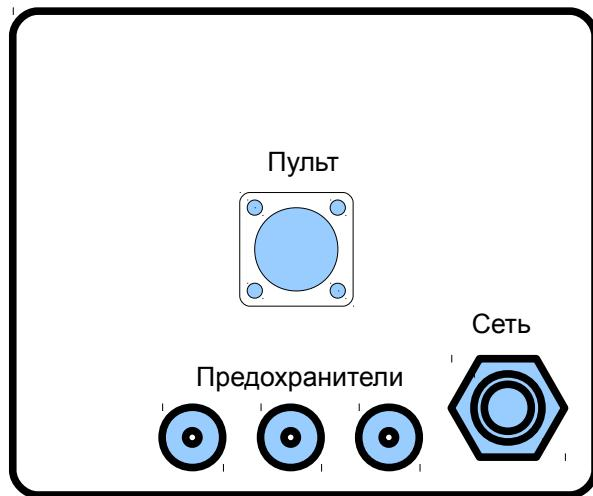
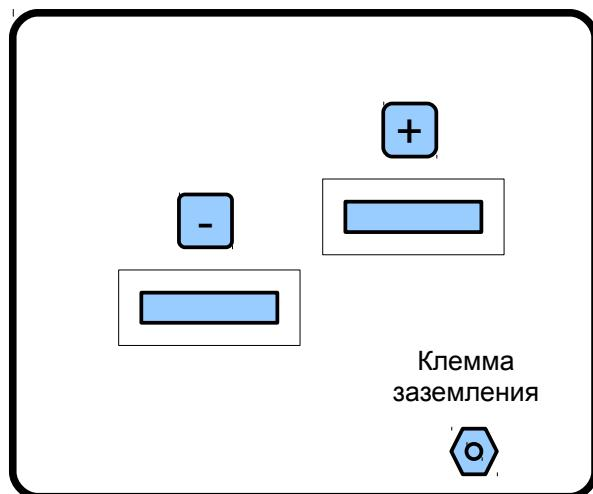

Рис. 1. Внешний вид силового блока с лицевой стороны.
Рис. 2. Внешний вид силового блока с тыльной стороны
1.3.1.2 Силовой блок состоит из металлического корпуса, охладителя с установленным на нем вентилятором. Внутри корпуса расположены печатные платы с расположенными на них радиоэлементами, силовой трансформатор и выходной фильтр. Печатные платы и остальные элементы, расположенные внутри корпуса, покрыты специальным защитным составом, исключающим доступ агрессивных агентов к внутренним элементам силового блока. Источник охлаждается внешним обдувом, что так же минимизирует проникновение агрессивных агентов внутрь корпуса силового блока. На лицевой панели силового блока расположены: сетевой шнур питания с трехфазной вилкой, предохранители, клемма заземления, соединитель для подключения выносного пульта управления. Вид силового блока с лицевой стороны показан на рис. 1. На тыльной панели силового блока расположены выходные клеммы. Вид силового блока с тыльной стороны показан на рис. 2. Маркировка выходных клемм указана для прямого тока.